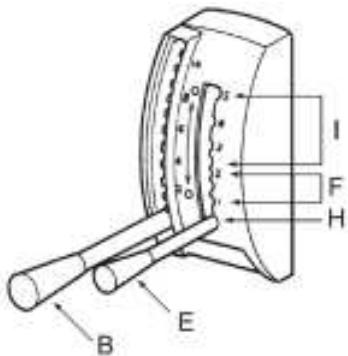

Рис. 18 Рычаги газа и расхода химикатов
4. Перевести рычаг (B) расхода химикатов (Рис. 18) в положение «ЗАКРЫТО» (распылитель) или закрыть кран запорный (разбрзгиватель).
6. Перевести рычаг (E) газа в положение запуска (F) 1 или 2 (Рис. 18).
3. Установите рычаг газа в максимальное положение I (Рис. 18). Переверните устройство свечным отверстием вниз и, фиксатором зафиксировав курок газа в полностью нажатом состоянии, несколько раз сильно и часто дерните за ручку стартера для удаления лишнего топлива из цилиндра.
1. Переведите двигатель в режим холостого хода, для этого установите рычаг газа (Рис. 18) в положение F (1 или 2).
Перед работой с порошком (гранулятом) установите рычаг расхода химикатов В (Рис. 18) в положение «0», затем добавь-